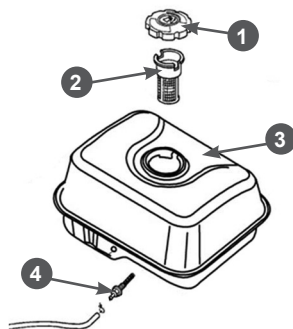
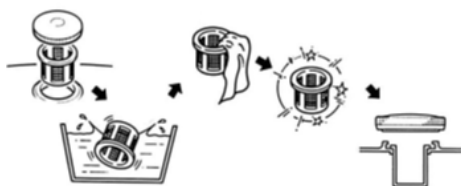
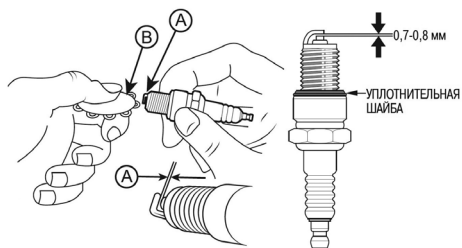

Рис. 22 Обслуживание топливных фильтров
Рис. 23 Обслуживание фильтра топливного бака
Рис. 26 Зазор между электродами свечи зажигания
В топливном баке установлены два сетчатых топливных фильтра. Один фильтр устанавливается в заливной горловине топливного бака. Второй фильтр конструктивно объединен со штуцером топливного бака и установлен внутри бака (Рис. 22).
Топливный фильтр 2 (Рис. 22), установленный в горловине бака, проверяйте при каждой заправке бака топливом. При необходимости вынимайте сетчатый фильтр из бака и производите его очистку (Рис. 23). Регулярно проверяйте целостность сетчатого фильтра, при обнаружении механических повреждений замените сетчатый фильтр.
Одновременно с очисткой топливного бака необходимо проверять и очищать фильтр 4, установленный внутри бака (Рис. 22). Поврежденный или сильно загрязненный фильтр необходимо заменить.
3. Выкрутите из топливного бака выходной штуцер 4 и произведите его очистку (Рис. 22). Внимательно осмотрите сетчатый фильтр. При обнаружении механических повреждений замените штуцер топливного бака.
- Измерьте зазор А между электродами свечи зажигания специальным щупом В (Рис. 26). Зазор должен быть 0,7-0,8 мм (Рис. 22). При увеличении или уменьшении требуемого зазора, рекомендуется заменить свечу, так как регулировка зазора может привести к изменению качества искрообразования.